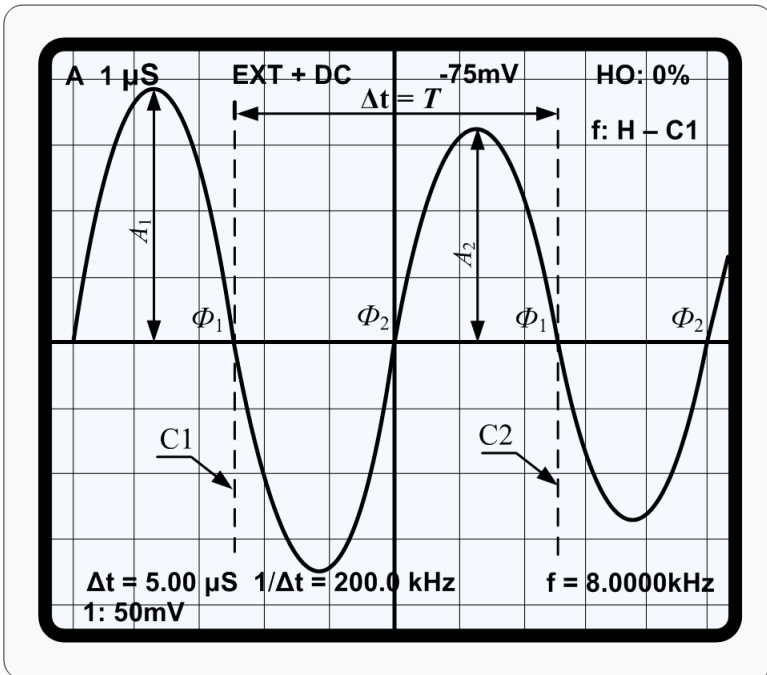

Рис. 401.6. Измерение периода затухающих колебаний с помощью курсоров
13. Кнопкой «**SLOPE +/-**» (ВЫБОР СИНХРОНИЗАЦИИ ПО ФРОНТУ ИЛИ ПО СПАДУ) включается способ запуска развёртки по фронту  $\uparrow$  сигнала синхронизации (+) (сигнал меняется от минимума к максимуму) или по спаду  $\downarrow$  сигнала синхронизации (-) (сигнал меняется от максимума к минимуму). Для получения осциллограммы, такой как на рис. 401.6, необходимо **производить** синхронизацию по фронту (+). При выборе внешней синхронизации (EXT), открытого входа (DC) и выбора синхронизации по фронту (+) в верхней части экрана появится надпись «**EXT + DC**».
тальной оси масштабной сетки экрана. Проще всего это **сделать**, нажав на кнопку «**GND**» (ЗАЗЕМЛЕНИЕ) в Канале-1, которая отключит сигнал и заземлит вход канала осциллографа, при этом вместо сигнала затухающих колебаний на экране будет видна горизонтальная линия (нулевая линия), которую ручкой «**POSITION**  $\updownarrow$ » (ПОЛОЖЕНИЕ  $\updownarrow$ ) в Канале-1 необходимо **совместить** с центральной горизонтальной осью масштабной сетки экрана. Затем снова **нажать** кнопку «**GND**» (ЗАЗЕМЛЕНИЕ) и на экране вновь появится изображение сигнала, но его положение уже будет симметрично относительно центральной горизонтальной линии экрана, а точки перехода синусоиды через нуль будут лежать на этой нулевой линии (точки  $\Phi_1$ ,  $\Phi_2$  на рис. 401.6).
Затем кнопкой « $\Delta V \Delta t$  OFF» ( $\Delta V \Delta t$  ВЫКЛ.) **выбрать** вертикальные курсоры и, устанавливая их в эти точки (точки пересечения линии сигнала с центральной осью), **получить** отсчёт величины  $\Delta t = T$ . При этом надо выбирать точки с одинаковой фазой, например,  $\Phi_1 - \Phi_1$  (рис. 401.6), а также задавать расстояние между курсорами, равное одному периоду колебаний.
Для измерения амплитуды необходимо выбрать кнопкой « $\Delta V \Delta t$  OFF» ( $\Delta V \Delta t$  ВЫКЛ.) горизонтальные курсоры. Нажав кнопку «GND» (ЗАЗЕМЛЕНИЕ), **получить** вместо сигнала горизонтальную нулевую линию, **активировать** кнопкой «TСК/С2» курсор С2 и, вращая ручку «FUNCTION» (ФУНКЦИЯ), **совместить** его с нулевой линией. Затем снова **нажать** кнопку «GND» (ЗАЗЕМЛЕНИЕ) и **получить** изображение сигнала. **Активировать** кнопкой «TСК/С2» курсор С1, установить его ручкой «FUNCTION» (ФУНКЦИЯ) на вершину первой полуволны синусоиды и **получить** отсчёт (в нижнем левом углу экрана)  $\Delta V = \dots \text{mV}$ , который и будет равен амплитуде  $A_1$ . Для измерения амплитуды  $A_2$  курсор С1 надо **установить** на вторую вершину (рис. 401.6) и **считать** показания. При измерениях амплитуд после установки курсора С2 на нулевую линию нельзя менять положение этого курсора и смещать осциллограмму ручкой «POSITION  $\updownarrow$ » (ПОЛОЖЕНИЕ  $\updownarrow$ ) в Канале-1.